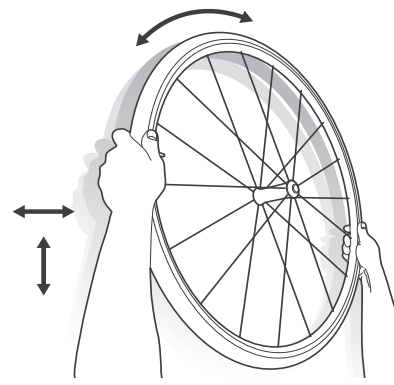

図 21. ホイールを回したり揺らしたりする。
5. タイヤを掴んで前後に揺らし、シーラントをタイヤの内側に行き渡らせます (図 21)。